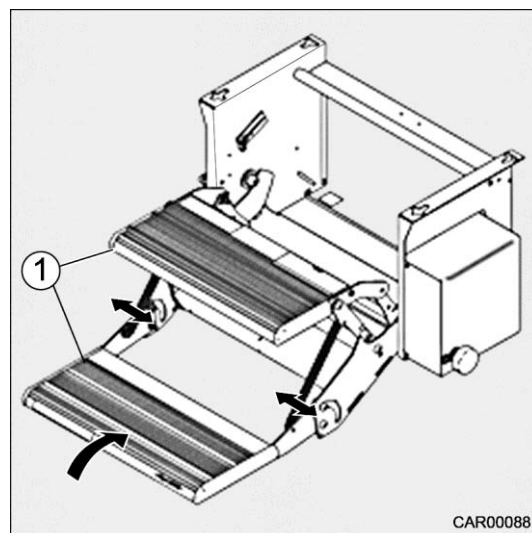

Fig. 16 Déverrouillage de secours
2. Glisser les marches (Fig. 16/1) complètement vers l'arrière à la main.